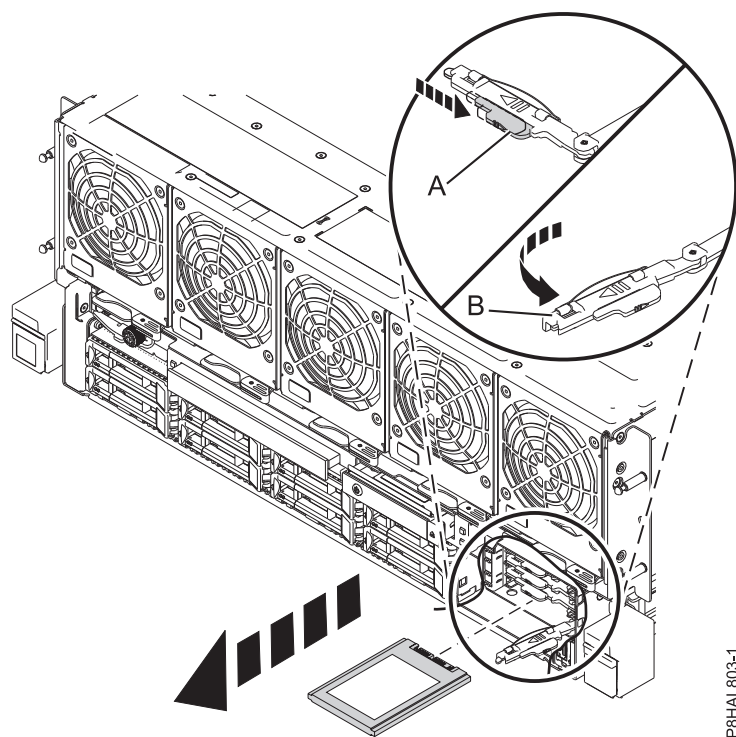

Figura 33. Extracció d'una SSD d'un sistema 8408-44E o 8408-E8E
9. Quan el LED d'identificació estigui fix, desbloquegeu la nansa del compartiment d'unitats **(B)** fent pressió al pestell de la nansa **(A)** en la direcció que es mostra i estirant la nansa del compartiment d'unitats **(B)** cap a vosaltres, tal com es mostra Figura 33. Si la nansa encara no ha sortit del tot, la unitat d'estat sòlid no podrà lliscar fora del sistema.